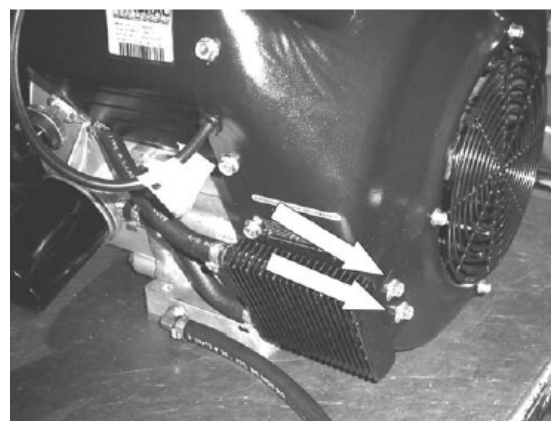
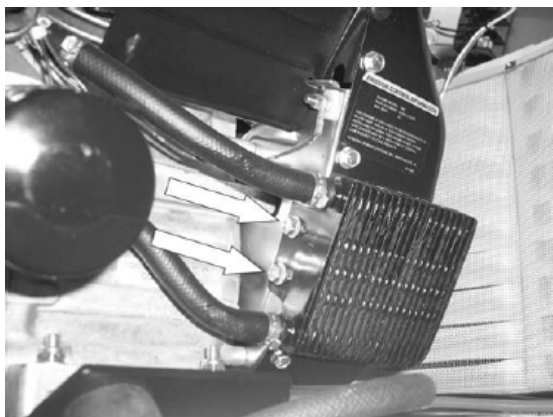

Рисунок 17.
Рисунок 18.
13. Снять масляный радиатор: С помощью накидной головки 10 мм открутить два (2) болта с передней части масляного радиатора (смотреть рисунок 17), а также два (2) болта 10 мм с задней части. Смотреть рисунок 18.